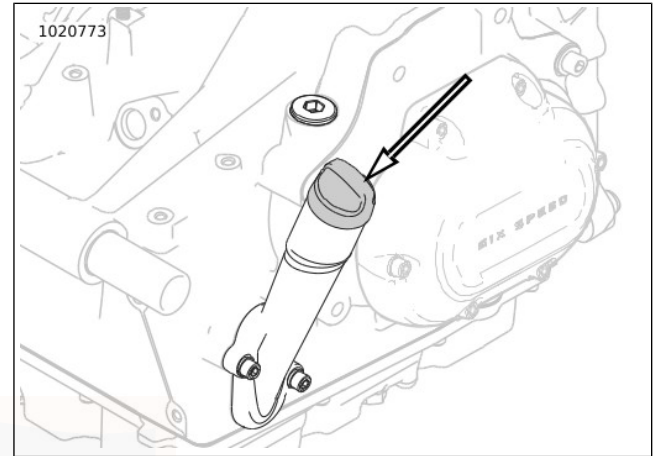

Abbildung 43. Motoröl-Einfüllverschlussstopfen
2. Siehe Abbildung 43. Den Motorölstand prüfen.
3. Siehe Abbildung 43. Ölstand prüfen.